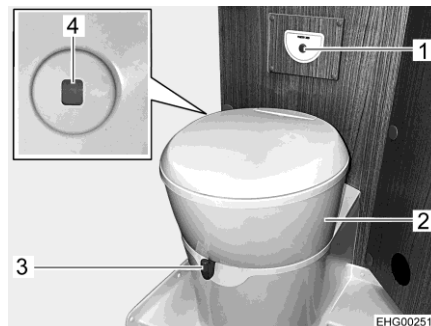

Fig. 129 Toilette
La tazza del WC può essere orientata nella posizione desiderata. A tale scopo, prendere con entrambe le mani la parte superiore (Fig. 129,2) della toilette e ruotare.
La centralina di controllo con il pulsante dello sciacquone (Fig. 129,1) è posizionata vicino alla tazza del WC.
Il colore dell'indicatore di livello (Fig. 129,4) passa da verde a rosso quando è necessario svuotare il serbatoio fecale.
- Prima di tirare l'acqua, aprire il cursore della toilette. A tal fine girare la leva del cursore (Fig. 129,3) in senso antiorario.
- Per sciacquare premere il pulsante blu (Fig. 129,1).